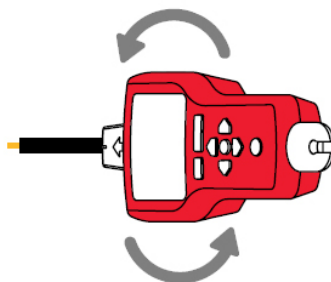

Figura 4.10c
6. Per verificare la direzione del cavo, ruotare periodicamente il ricevitore di 90 gradi. La potenza del segnale sarà più alta quando il cavo è allineato con la scanalatura del sensore punta. (Vedi Figura 4.10c)